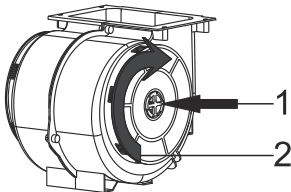

Fig. 6: FILTRE À CHARBON AF 100
- 1-Placez le filtre à charbon dans son emplacement.Fig. 6
- 2-Tournez le filtre de carbone dans le sens horaire et assurez-vous qu'il est complètement fixé.Fig. 6